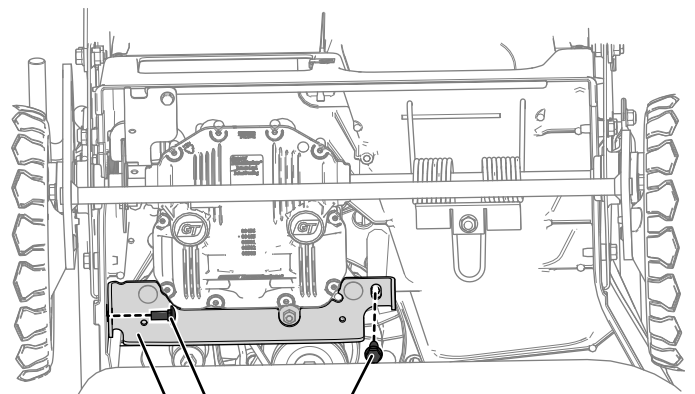

Bild 50
13. Entfernen Sie die Sechskantschraube und die Schlossschraube, mit denen die Getriebehalterung am Rahmen befestigt ist (Bild 50).